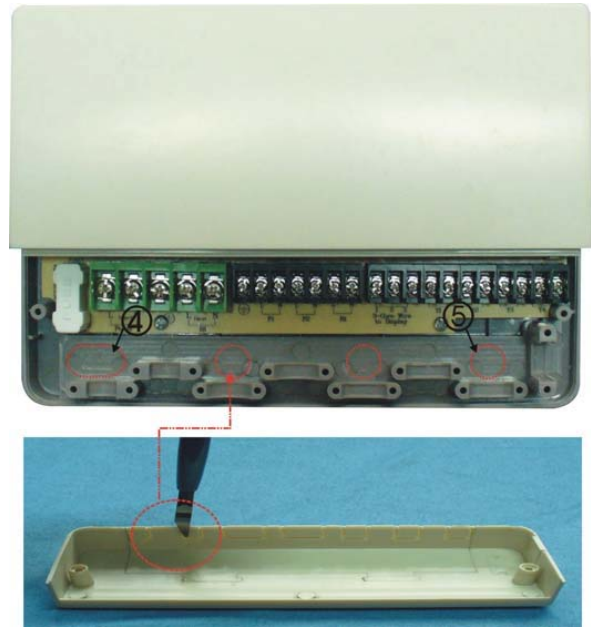

Imagen 6
Dependiendo del tipo de instalación, los cables pueden ser introducidos en el dispositivo por la parte trasera de la carcasa ④ y ⑤ o por su parte inferior. Ver imagen 6
**El cable procede de la parte trasera ④⑤:** extraer las pestañas de plástico de la parte trasera de la carcasa utilizando una herramienta apropiada.